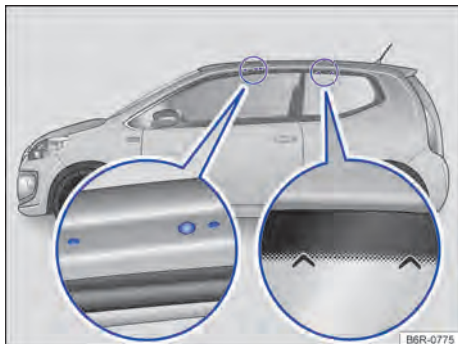
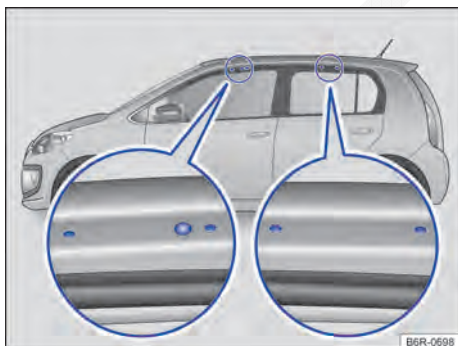

Fig. 67 Pontos de fixação dos suportes de base do bagageiro do teto (ambos os lados) - veículos 2 portas.
Fig. 68 Pontos de fixação dos suportes de base do bagageiro do teto (ambos os lados) - veículos 4 portas.
Os furos ou marcações dos pontos de fixação dos suportes de base dianteiros se encontram no lado inferior das vigas do teto → Fig. 67 (lupa esquerda). Os furos ou marcações somente são visíveis com as portas abertas.
As marcações para fixação dos suportes de base traseiro encontram-se acima do vidro lateral → Fig. 67 (lupa direita).
Os furos ou marcações dos pontos de fixação dos suportes de base dianteiros se encontram no lado inferior das vigas do teto → Fig. 68 (lupa esquerda). Os furos ou marcações para fixação atrás encontram-se no lado inferior das vigas do teto → Fig. 68 (lupa direita).
- Fixar os suportes de base somente nas marcações indicadas na figura → Fig. 67 ou → Fig. 68.